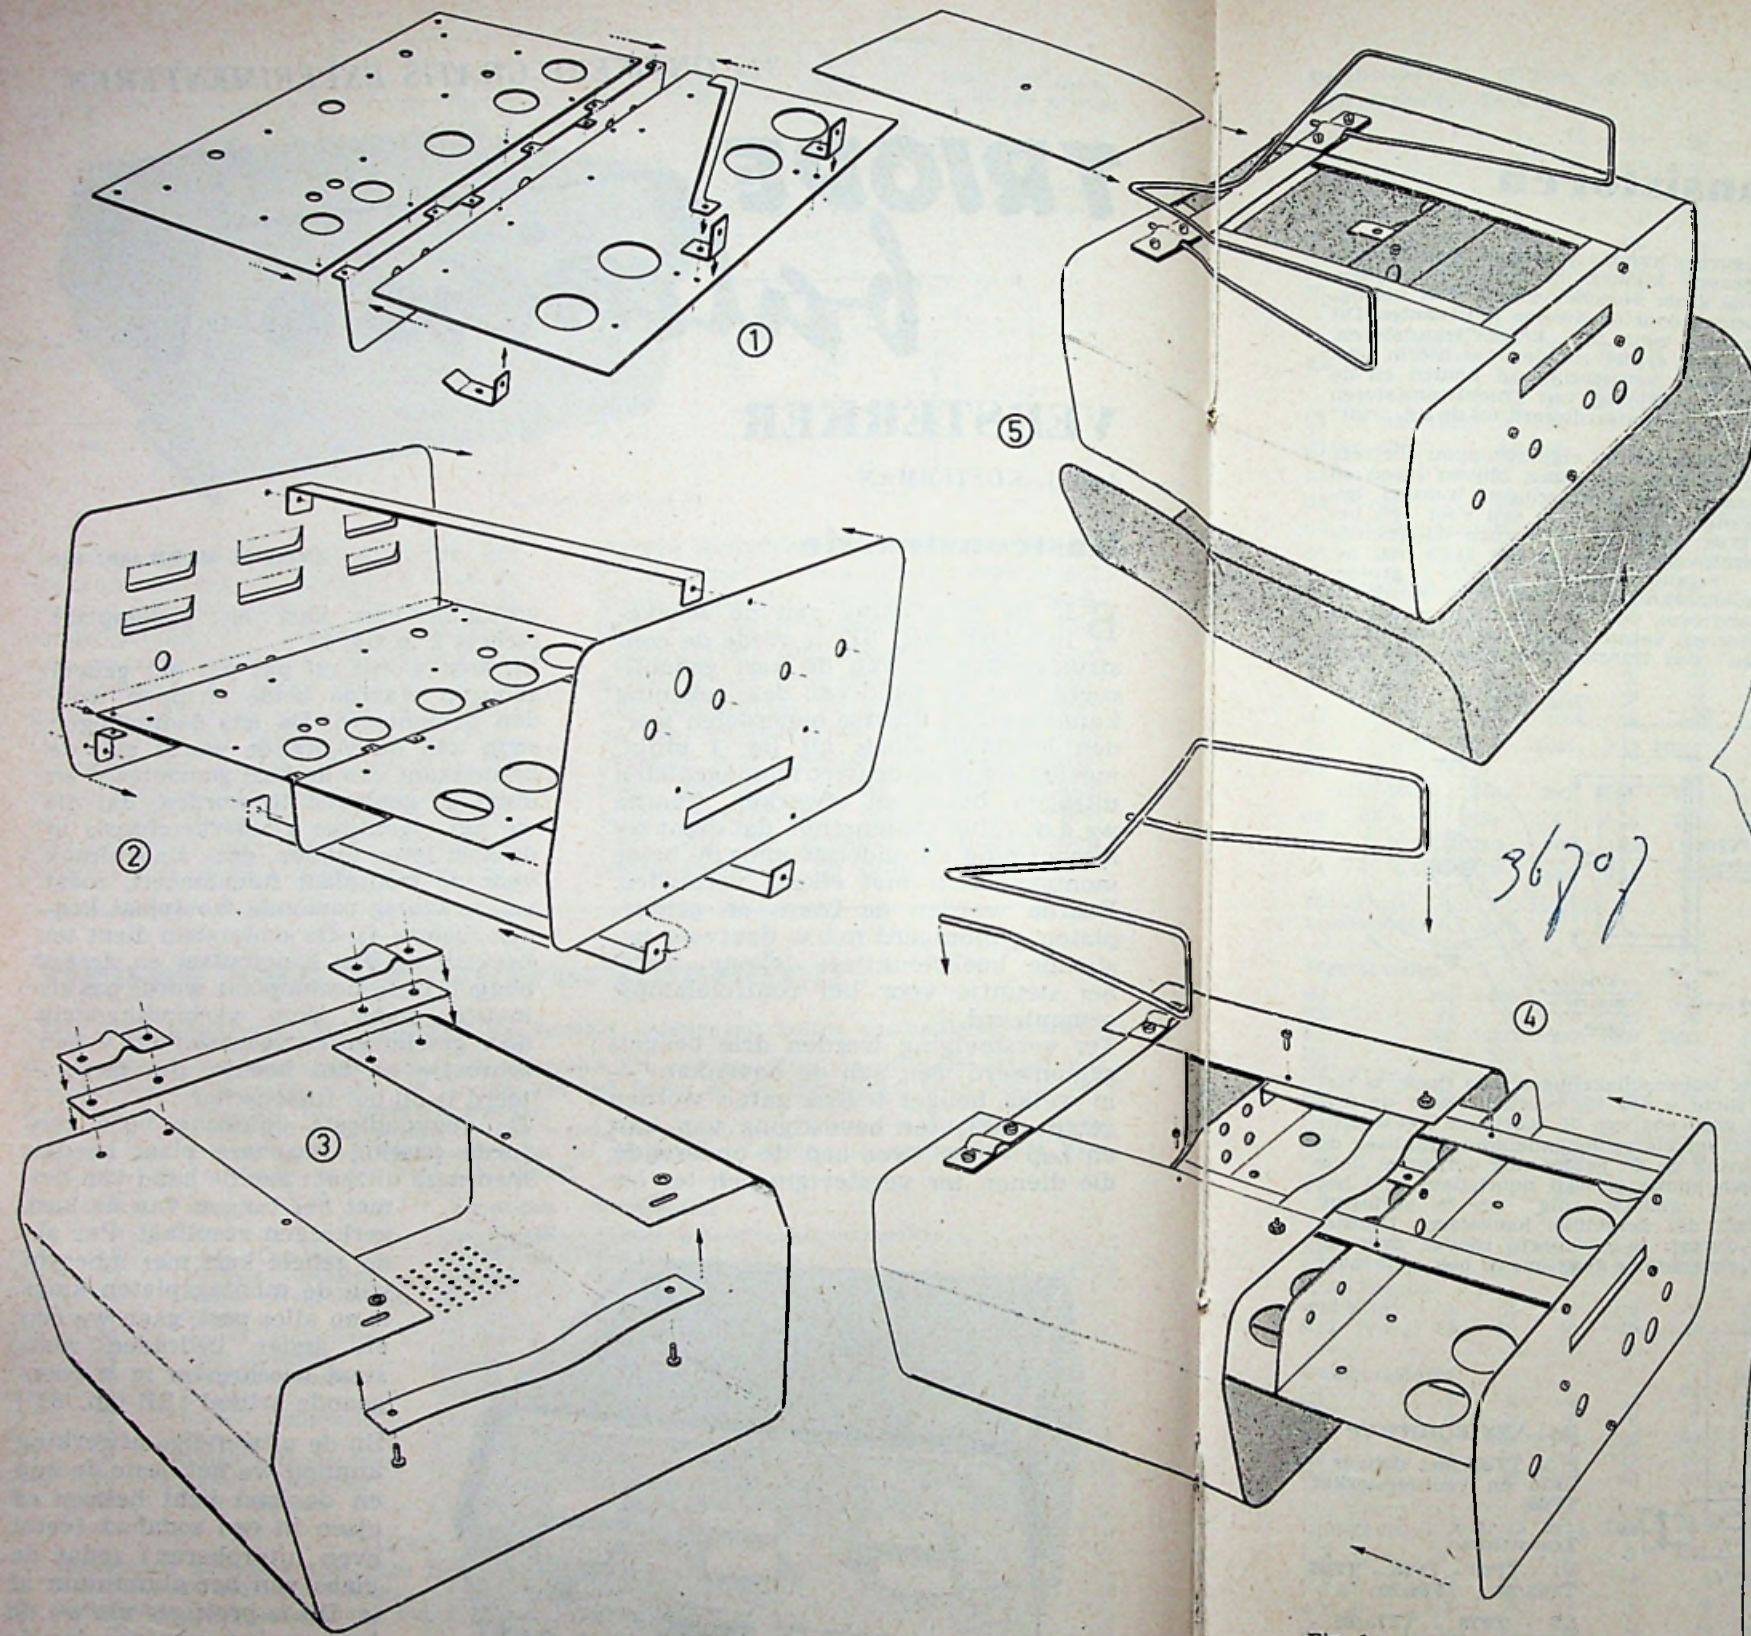

Fig. 1
**B**IJ de bespreking van de schakeling (RB dec. '61) is reeds de constructietekening van de kast gepubliceerd. Aan de hand van deze tekening kunnen nu de diverse onderdelen worden bewerkt. Zoals uit fig. 1 blijkt, moeten we eerst de twee montageplaten uitzagen, boren en afwerken, waarna we d.m.v. het tussenschot, dat dient ter afscherming en ondersteuning, de beide montageplaten met elkaar verbinden. Daarna worden de front- en achterplaten gemonteerd m.b.v. daarvoor bestemde hoeksteuntjes; tevens wordt het steuntje voor het controlelampje gemonteerd.
vestiging van kast en bodemplaat (schets 2 in fig. 1).